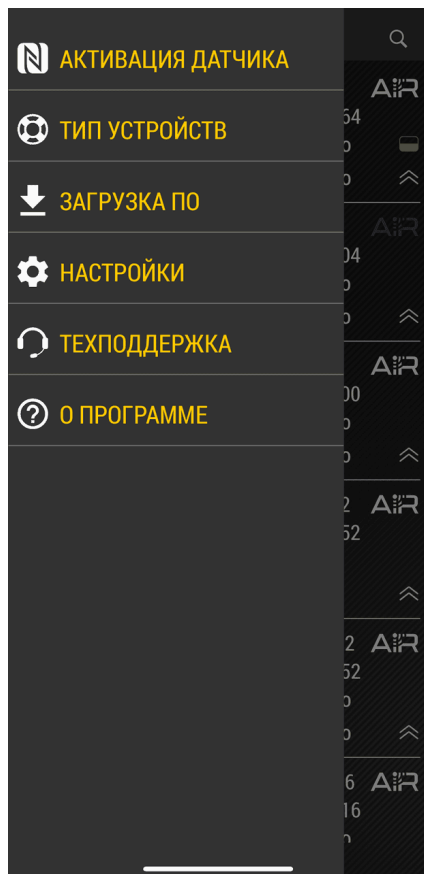

Рис.42. Загрузка ПО
2. Далее выберите в списке вариант **«Загрузка ПО»** (Рис.42).